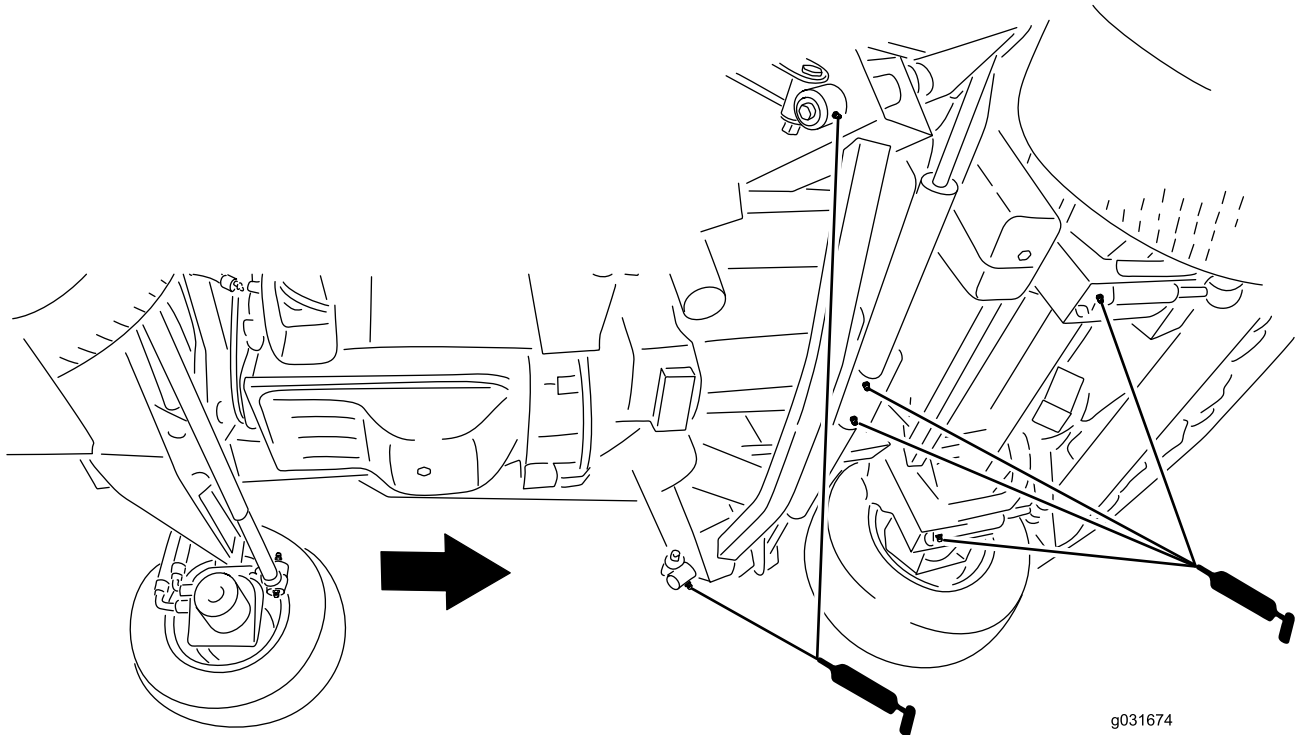

Figura 77
- 2 brazos de impacto (Figura 77)
- 2 pivotes de cilindros de elevación de carcasa delantera (Figura 77)
- 2 pivotes de cilindros de elevación de carcasa lateral (Figura 77)